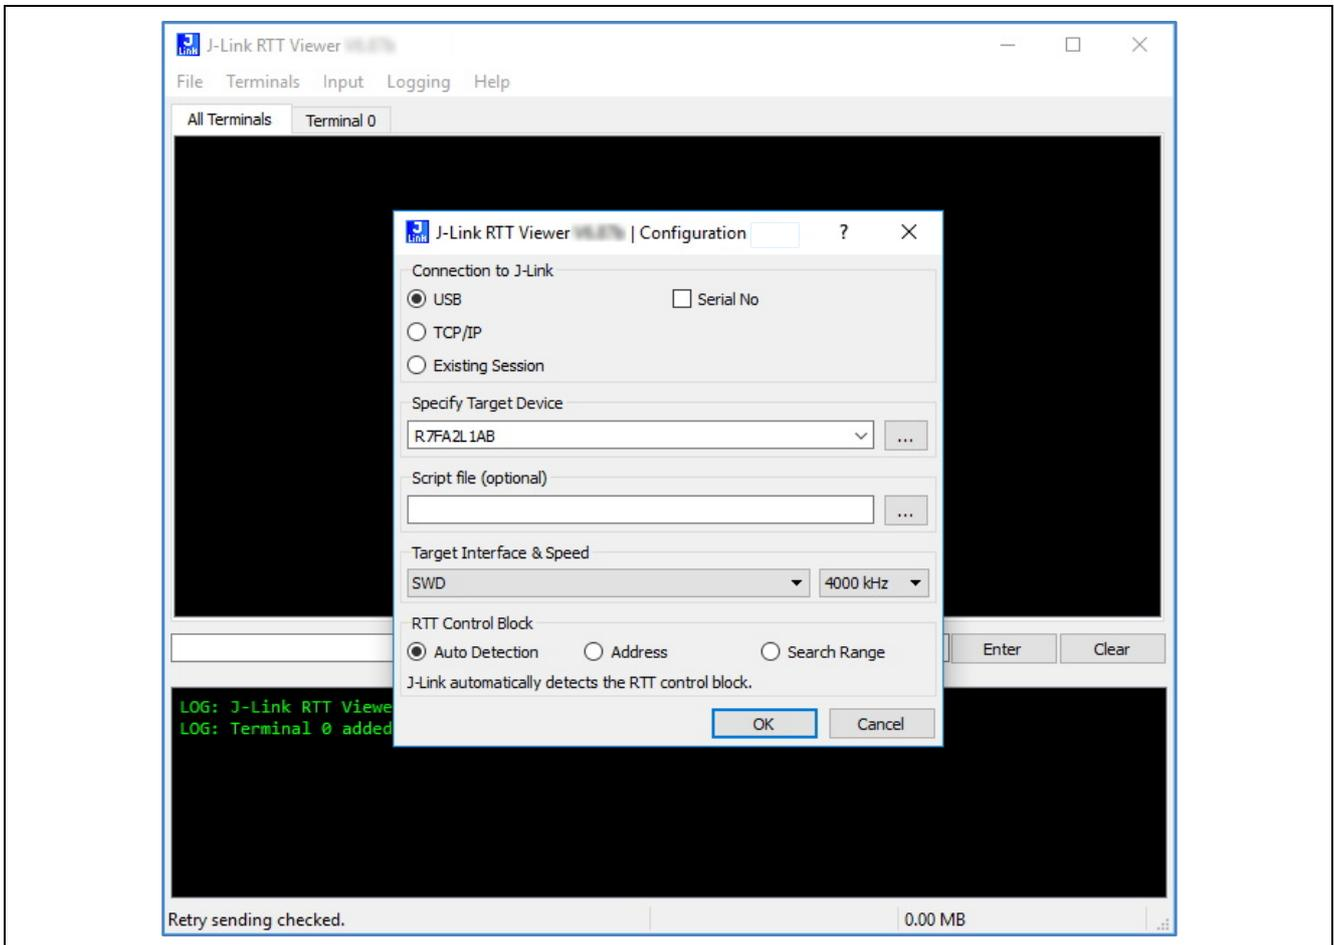

図 4 RTT ターミナル設定
| 図 4 | RTT ターミナル設定 | 10 |
5. RTT 設定を図 4 に示します。